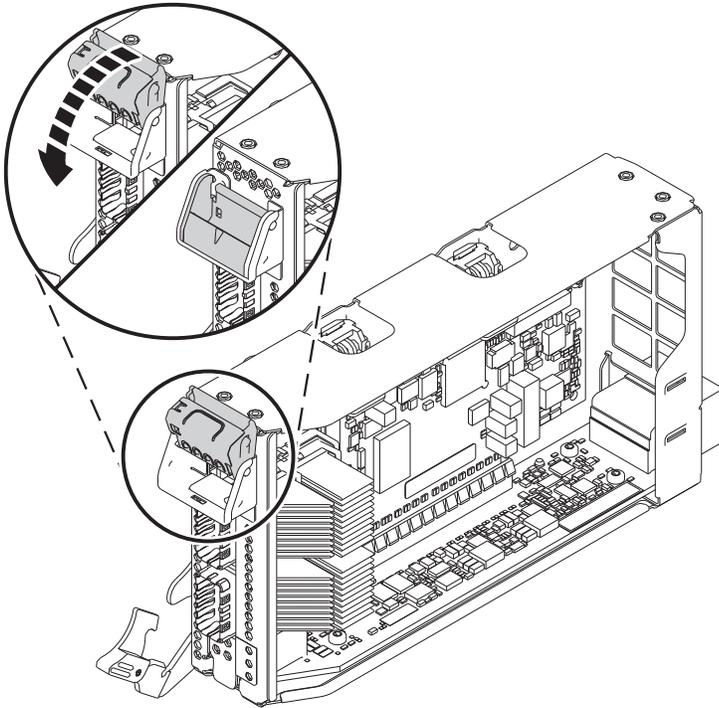

Abbildung 6. Adapter mit halber Länge und niedrigem Profil in der PCIe-Adapterkassette installieren
- c. Drehen Sie die Kassettenverriegelung wie in Abb. 6 auf Seite 8 dargestellt, damit der Adapter einrastet.